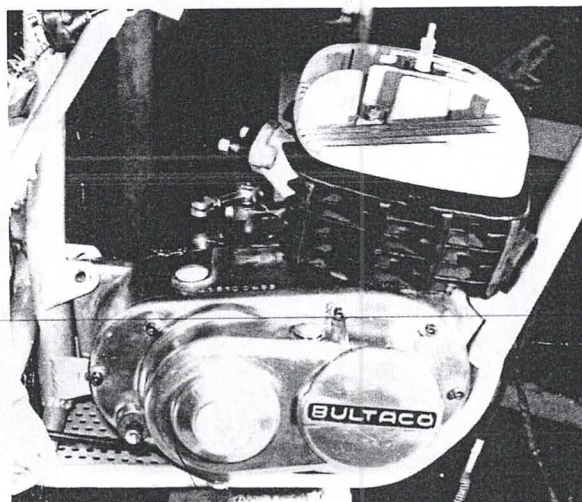

Bild 92
- Den Motor von der rechten Seite her in den Rahmen heben, wobei der Motor anfänglich zu neigen ist, damit er an der vorderen Befestigungslasche des Rahmens vorbeikommt (Bild 92). Alle Schrauben und Muttern einsetzen, mit denen der Motor am Rahmen befestigt ist (Bilder 93, 95).